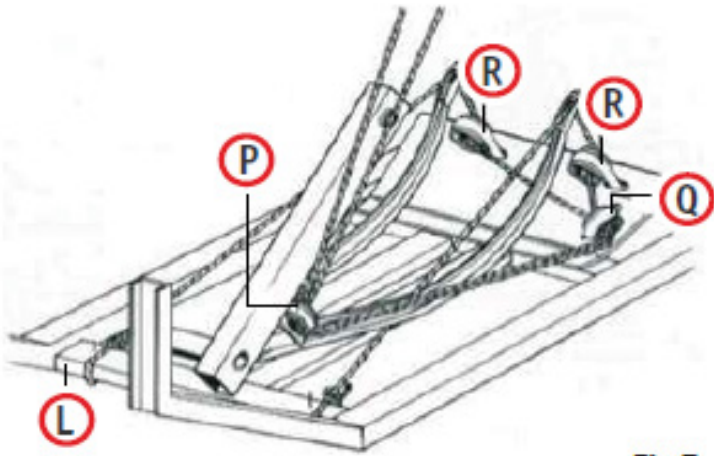

Fig.7
- a) ANUDADOR DE HILO (Fig. 7) los bujes (P), (Q) y (R) están gastados. Por favor replácelos.